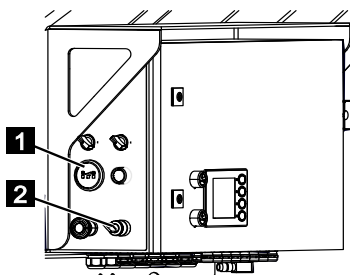

Fig. 220
1. Tourner le commutateur d'allumage (Fig.220/2) dans le sens des aiguilles d'une montre sur [1].
2. Relever la capacité de la batterie sur l'affichage de la batterie (Fig.220/1) et la comparer au tableau qui suit.